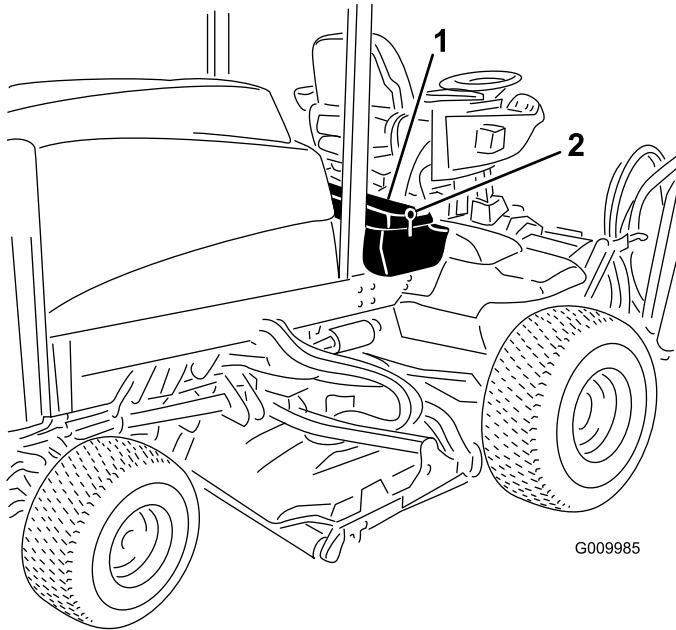

図 6
1. ラッチを外してバッテリー収納部のカバーを開ける 図 6。